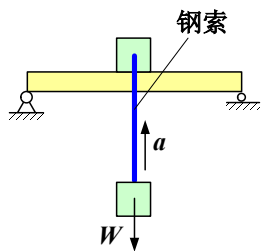

图 4
6、如图 4 所示，一起重机以等加速度 a 起吊一重物为 W 的物体，钢索的截面积为 A , 则起吊过程中，钢索中的应力大小为_____。(4%)